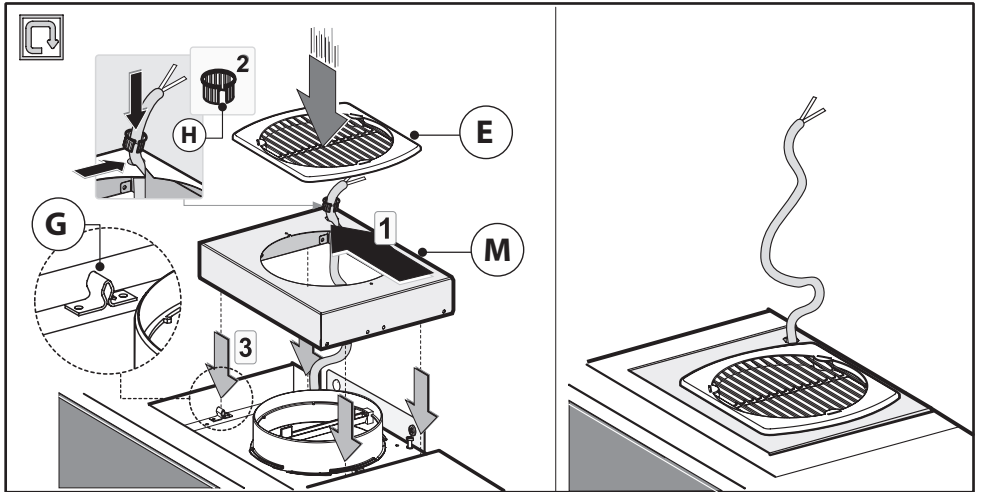
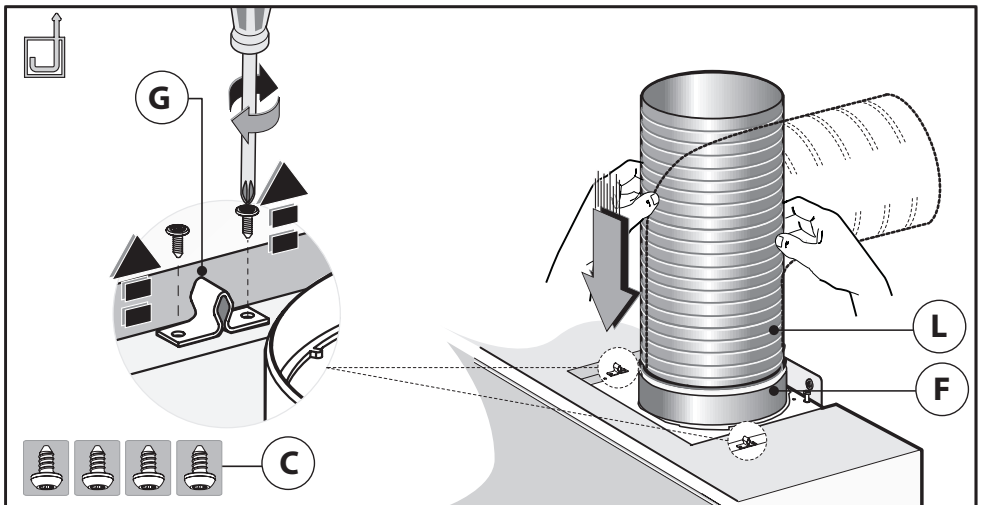

Fig.6
Fig.7
- Installez un tuyau d'évacuation flexible **L** (non fourni avec la hotte), et fixez-le avec un collier **F** (non fourni avec la hotte) à la buse d'évacuation de l'air (fig 7).
- Faire passer le câble d'alimentation dans le cache de protection **M** (fig 6, en option).
- Fixer le cache de protection **M** et la grille **E** en faisant attention qu'il s'accroche parfaitement sur les clips de fixation **G**. (fig 6), que vous aurez fixés auparavant à la hotte à l'aide des 4 vis **C** (fig. 7).